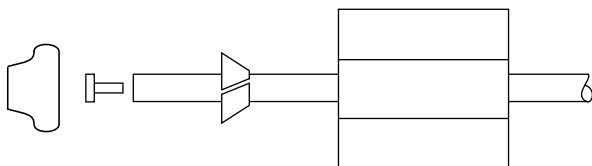

Figure 10
**REMARQUE :** Lorsque le tuyau a été poussé dans l'écrou, il ne peut plus être retiré. L'écrou devra être retiré. Voir Figure 10 pour l'assemblage.